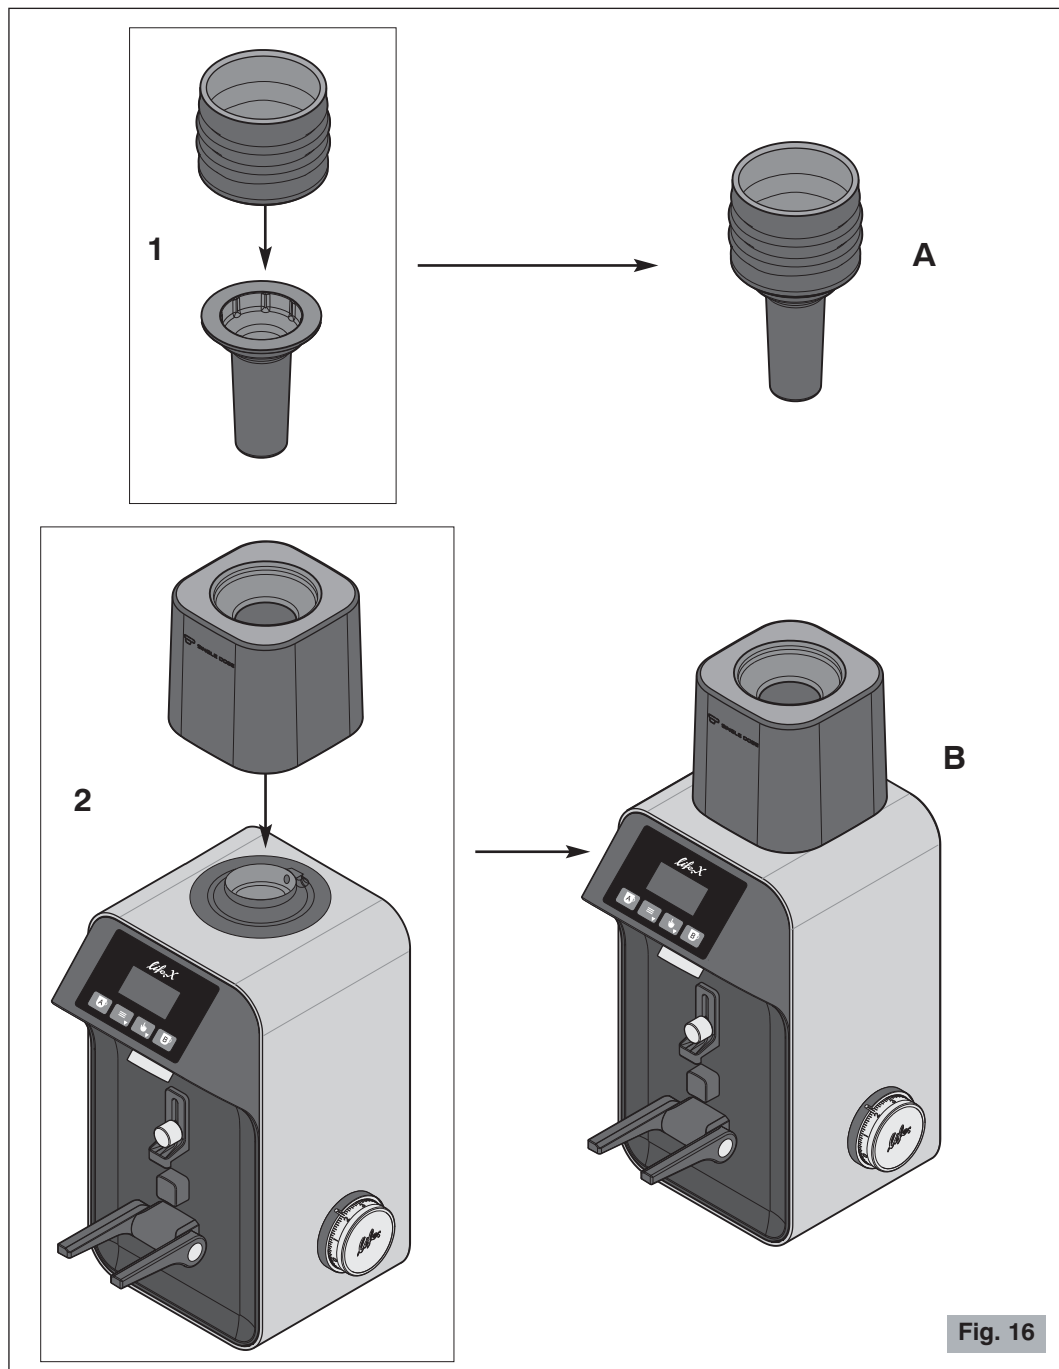
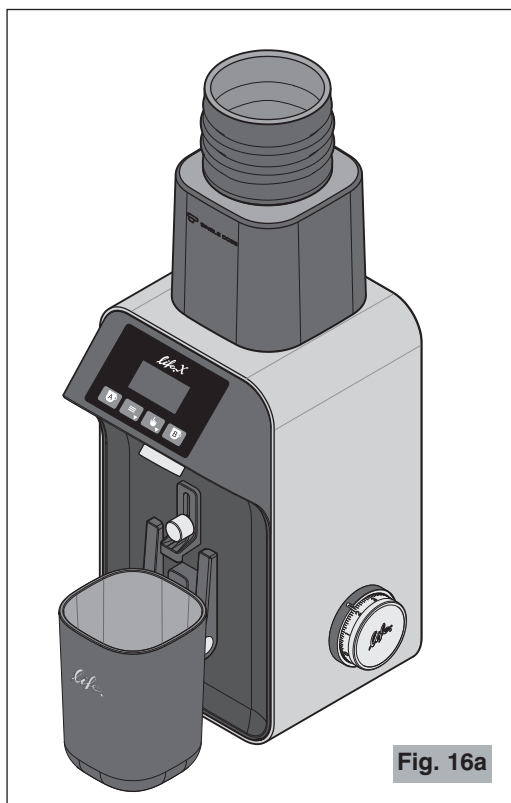

Fig. 16
Fig. 16a
5. Insérer le soufflet dans le pousse-grains (point 1 de la Fig. 16).
6. Positionner le support du kit dans son logement (point 2 de la Fig. 16).
- 4 Insérer l'ensemble soufflet-pousse-grains (A Fig. 16) dans la bouche d'entrée du support en le laissant reposer sur les grains de café (Fig. 16a).
- 5 Placer le récipient fourni avec (15 Fig. 3) ou tout autre récipient sur la fourche d'appui (2 Fig. 1) ou sur la surface d'appui de l'appareil (après avoir placé la fourche en position verticale - voir Fig. 16a).
-  **Ne jamais** opérer sans la cloche fixée par la vis appropriée (6a, Détail A Fig. 3) ou sans avoir positionné le support du kit dose unique (point 2 Fig. 16).